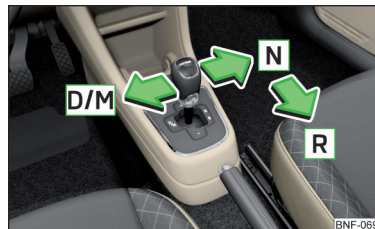

Fig. 94
Con la palanca de mando se pueden poner los siguientes modos » fig. 94.
- Presione hacia la izquierda la palanca en posición de suspensión en el sentido de la flecha » fig. 94 de la pág. 83 y aplique la posición **D**.